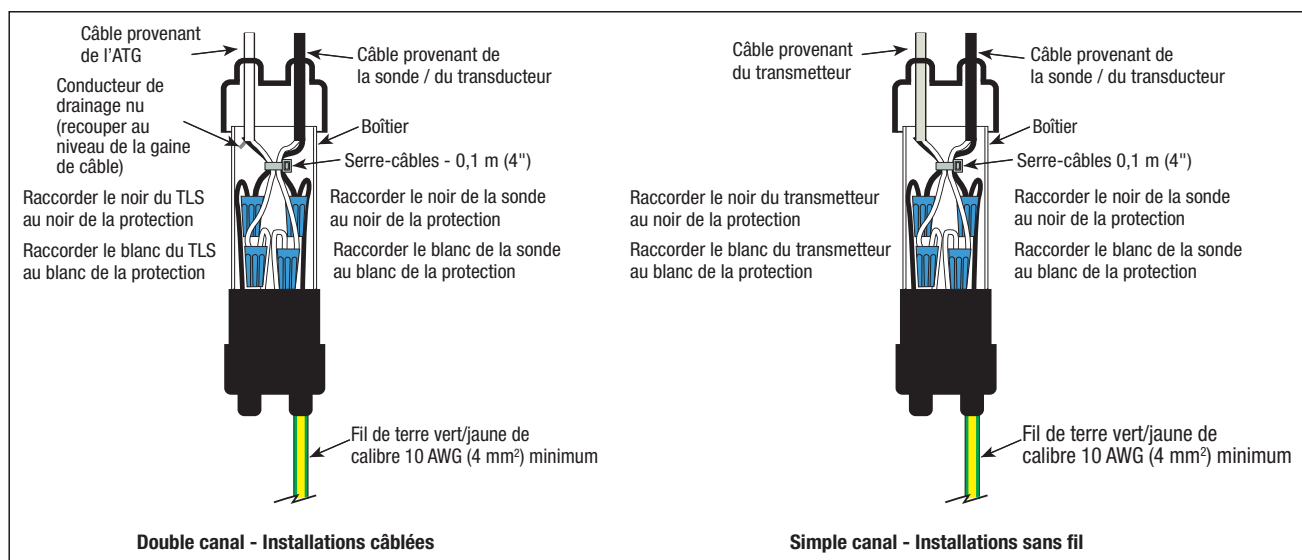

Figure 18. Raccordements des épissures des protections de circuits I.S.
2. Raccordez les fils du câble entrant à la protection du circuit I.S. à l'aide d'écrous de câblage, comme illustré à la Figure 18. Coupez le fil de blindage nu du câble TLS au niveau de la gaine de câble.
3. Utilisez le serre-câbles de 0,1 m [4"] pour maintenir ensemble les câbles (voir Figure 18).